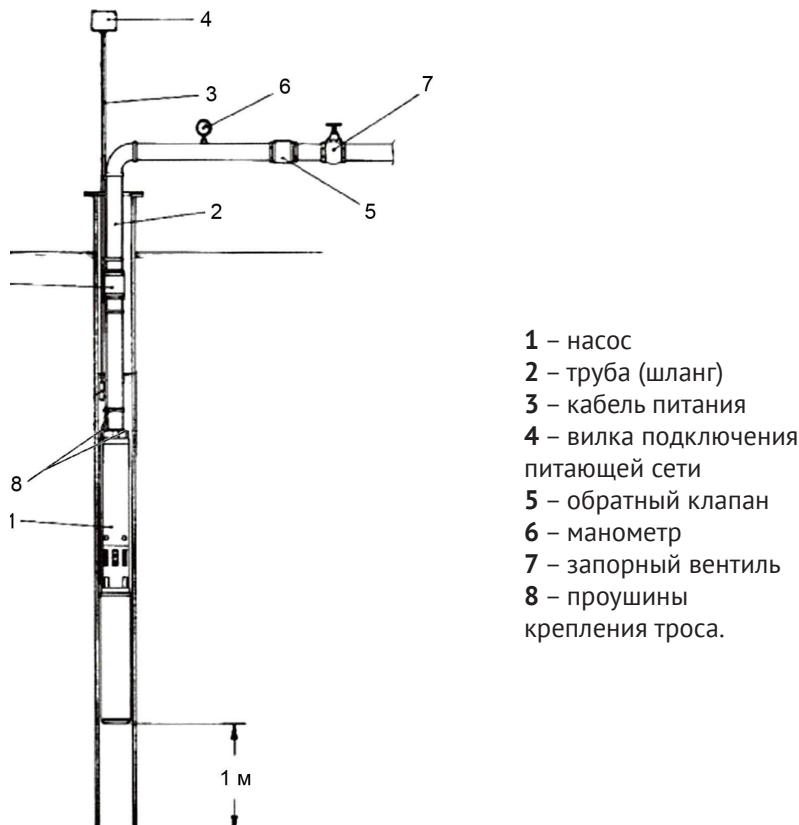

рис. 2
4.2 Рекомендуемая схема установки насоса представлена на рис.2
4.3 Привяжите 2 трося к проушинам (рис.2 поз.8) на корпусе насоса. Кабель питания (рис.2 поз.3) рекомендуется зафиксировать к одному из трося, на котором закреплён насос (рекомендуемый интервал 2 – 3 м).
4.9 Для предотвращения выкачивания воды из скважины (колодца), сравните их наполняемость с объёмной подачей насоса. Для этого частично перекройте вентиль (рис.2 поз.7) на выходе шланга из скважины (колодца).